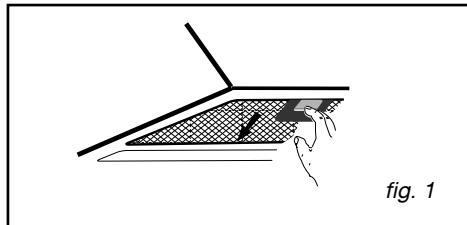

fig. 1
- Empurre o puxador integrado do filtro de cassette (fig. 1).
- Retire a tampa de lâmpada (fig. 1).